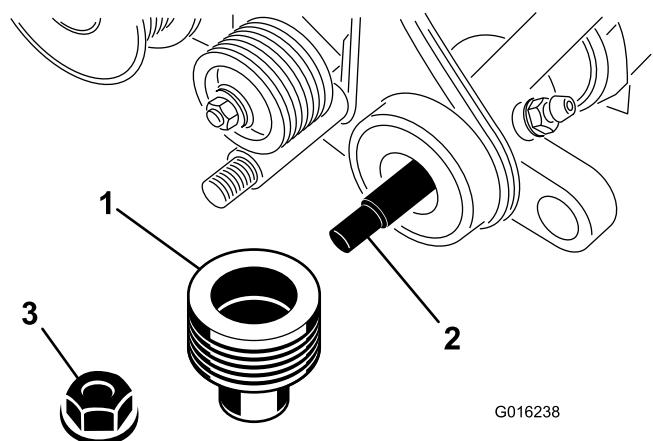

Bild 34
6. Entfernen Sie die Sicherungsbundmutter, mit der die angetriebene Scheibe am Ende der Groomerwelle befestigt ist (Bild 34). Nehmen Sie die Scheibe ab.